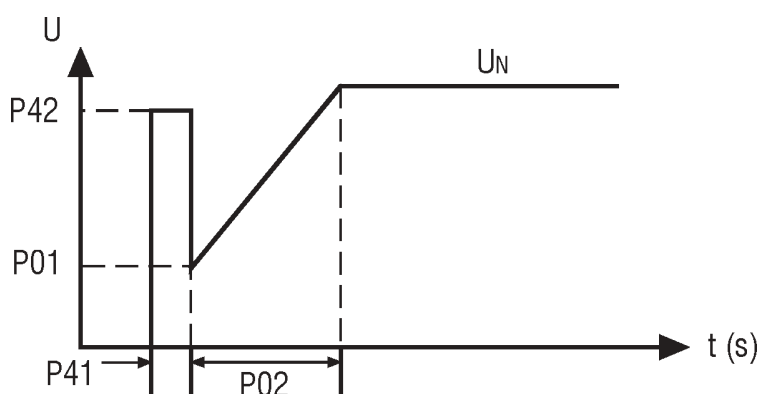

Figura 6.5 - Pulso de tensión en el arranque
- ✓ Cuando habilitado el pulso de tensión en el arranque, define el tiempo en que este pulso de tensión (P42) será aplicado al motor para que este consiga vencer el proceso inercial de la carga aplicado a su eje, conforme ilustrado en la figura 6.5.
- ☑ Determina el nivel de tensión aplicada al motor para que este consiga vencer el proceso inercial de la carga, conforme figura 6.5.